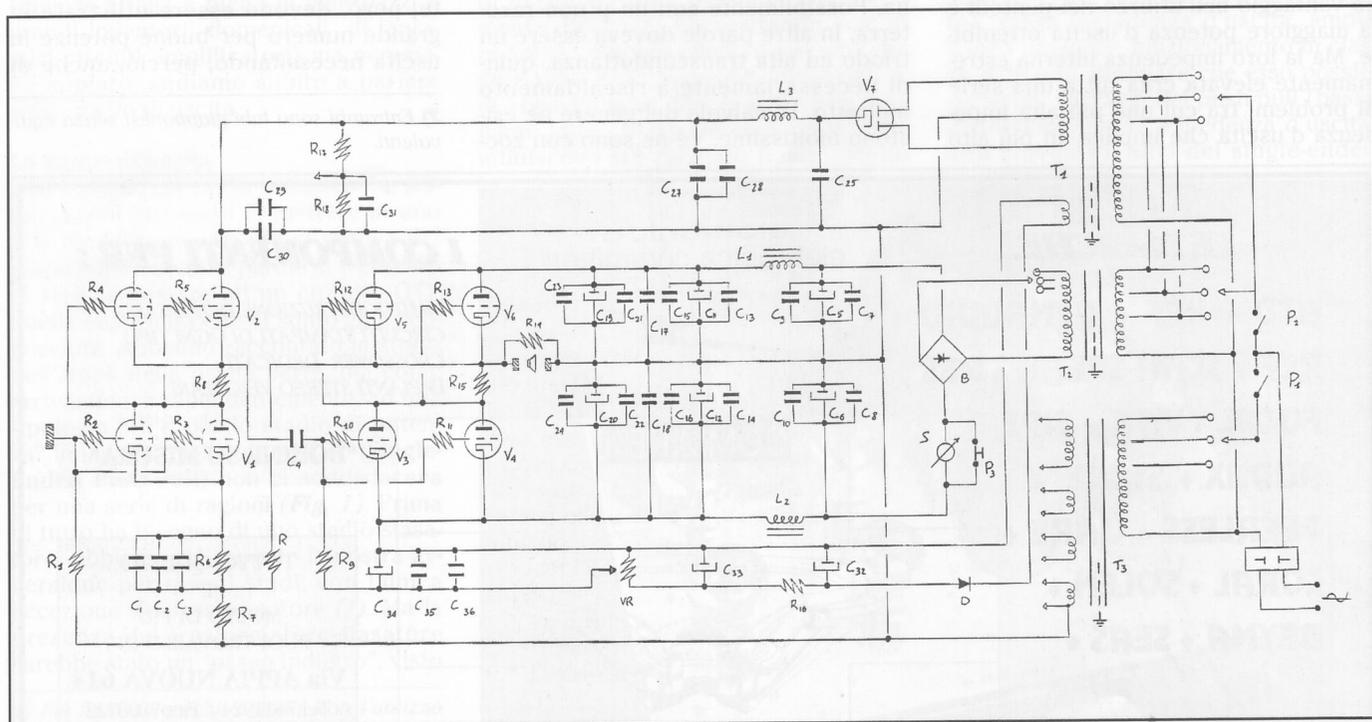

Fig. 4 - Schema completo dell'amplificatore OTL. Notate la semplicità del circuito amplificatore in contrasto con la complessità della sezione alimentatrice.
In Fig. 4 vedete lo schema dell'amplificatore completo di alimentazione per maggiore comprensibilità, mentre in Tab. 1 trovate l'elenco dei componenti (quello completo la prossima volta). Partendo dall'ingresso si può notare che il condensatore di bypass parziale della resistenza catodica di V1 (C1+C2+C3) è composto dal parallelo di tre componenti in polipropilene. Spesso in questa applicazione vengono utilizzati condensatori al tantalio; noi sconsigliamo il loro utilizzo a causa della loro fragilità e dei risultati soggettivi ottenibili, inferiori a quelli raggiungibili con polipropilene. Come si può notare, ogni tubo ha una resistenza di blocco subito prima della griglia. Esse vanno montate direttamente sullo zoccolo. La loro presenza è obbligatoria per evitare piccole ma fastidiose oscillazioni ad alta frequenza le quali possono provocare una perdita di definizione e trasparenza oppure un innesco vero e proprio con un pericoloso sovraccarico nel caso dei tubi di uscita. Il valore da attribuire loro deve essere il più basso possibile in quanto un valore eccessivo provocherebbe nuovamente gli stessi difetti. In pratica si tratta di trovare il valore opportuno che consente la scomparsa dei fenomeni sopra descritti (6). Queste resistenze devono essere in pasta di carbone, preferibilmente A&B. Anche tutte le altre resistenze del circuito sarebbe bene